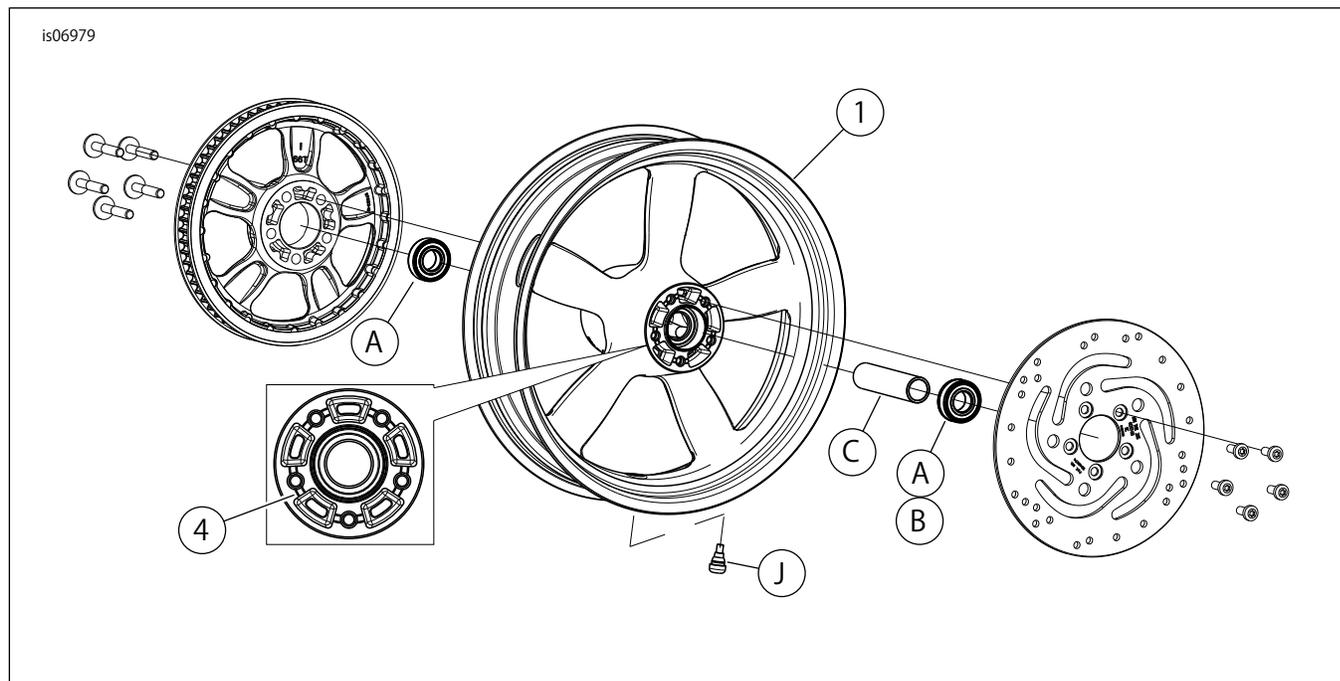

図1。交換用パーツ：リアベーパーホイール(17インチを表記)
「図1」および「交換用パーツ表」を参照してください。
2. 「図1」を参照してください。バルブシステムアッセンブリー(J)をホイールに取り付けます。サービスマニュアルを参照してください。